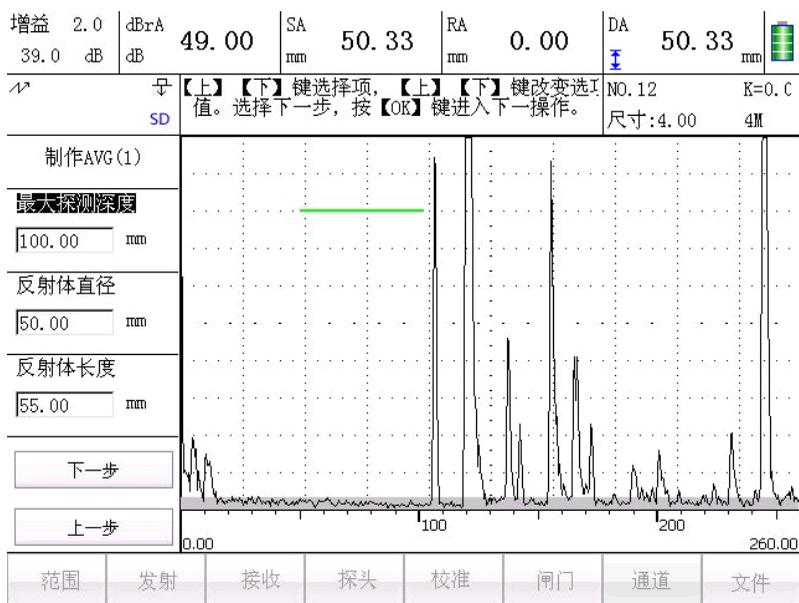

图 4.14 制作 AVG(1)
- 1) 选择校准菜单, 选择 **AVG** 按钮进入**制作 AVG (1)** 界面如图 4.14 所示, 首先输入预置参数(此数值依据所测